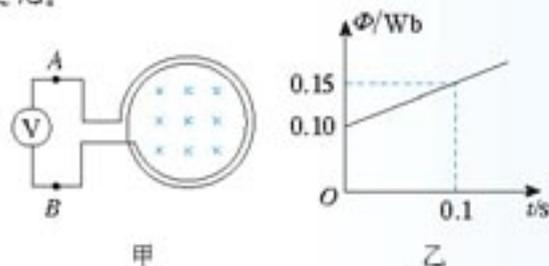

图4.5-4 电压表读数是多少?
2. 如图4.5-4甲, 100匝的线圈(为表示线圈的绕向, 图中只画了2匝)两端A、B与一个电压表相连。线圈内有指向纸内方向的磁场, 线圈中的磁通量在按图乙所示规律变化。